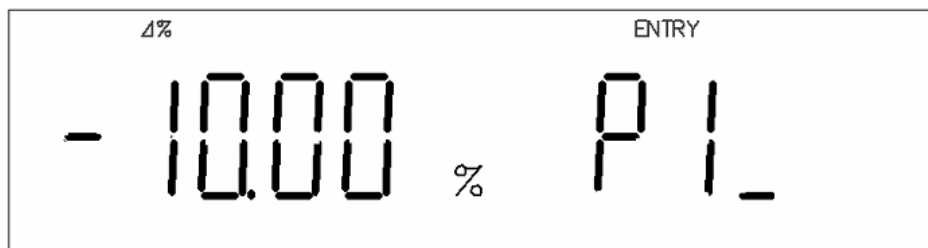

图 3-5 分选参数设定
2. 按[**确定**]键，显示如图 3-5 所示。表示处于主菜单模式。主参数显示区显示当前 P1 档下限值。